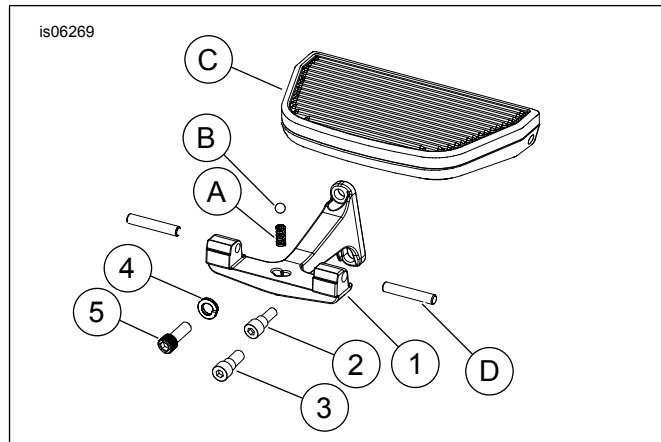

Abbildung 2. Ersatzteile: Soziustrittbrettstütze, verchromt
Siehe Abbildung 2 und Tabelle 1.
1. Siehe Abbildung 2 und Tabelle 1. Das Soziustrittbrett (C) herunterklappen und den Gummibelag von der dem Motorrad zugewandten Seite aus, so weit vom Trittbrett abziehen, dass die Gelenkzapfen (D) freiliegen.
2. Einen der Gelenkzapfen aus der Bohrung in der Halterung in die mittige Aussparung des Trittbrettsockels treiben. Den Gelenkzapfen entnehmen und beiseite legen. Mit dem zweiten Gelenkzapfen ebenso verfahren. Beim Abnehmen der Trittbrett-Baugruppe darauf achten, dass die federbelastete Anschlagkugel (B) an der Unterseite nicht verloren geht. Die Trittbrett-Baugruppe beiseite legen. Die Anschlagkugel mit Feder (A) entnehmen und beiseite legen.
1. Siehe Abbildung 2. Bundschraube (2) oder (3) durch den Schlitz in der Trittbretthalterung (1) stecken. Die Schrauben auf ein Drehmoment von 5–8 N·m (48–72 in-lbs) anziehen.
- a. **Modelle ab 2010:** Die 5/16-in-Bundschraube (2) in das **unterste** Loch in der Hinterradschwingehalterung des Rahmens eindrehen.
- b. **Modelle bis 2009:** Die 3/8-in-Bundschraube (3) in das **zweitunterste** Loch in der Hinterradschwingehalterung des Rahmens eindrehen.
2. Die obere Schraube (5) in der gewünschten Höhe mit Sicherungsscheibe (4) durch die Trittbretthalterung (1) stecken und einbauen. Schraube auf ein Drehmoment von 49–56 N·m (36–42 ft-lbs) anziehen.